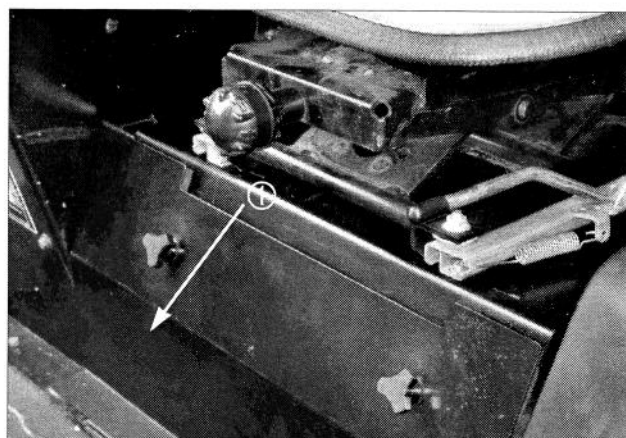

Figure 6
CONTROLE DU NIVEAU D'HUILE DE L'ESSIEU AVANT (Fig. 6 & 7)
2. Retirer le panneau d'accès (Fig. 6) à l'avant du siège pour exposer l'essieu avant/la jauge.